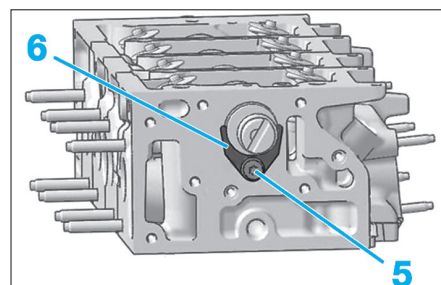

Fig. 34
- la vis (5) et la fourchette d'arrêt d'arbre à cames (6) (Fig.34)